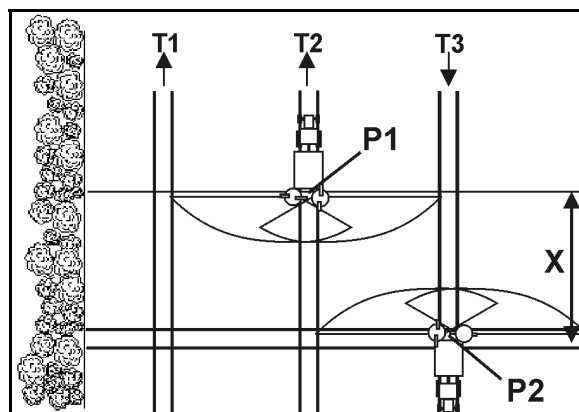

Fig. 64
- Deschideți vana de închidere după pornirea în deplasare pe cărarea tehnologică în punctul P1 (Fig. 64), atunci când discurile de împrăștiere sunt depărtate la distanța X de cărarea tehnologică a zonei capetelor de rând.
- Închideți vana glisantă înainte de ieșirea din cărarea tehnologică în punctul P2 (Fig. 64), atunci când discurile de împrăștiere se află la înălțimea primei cărări tehnologice a zonei capetelor de rând.